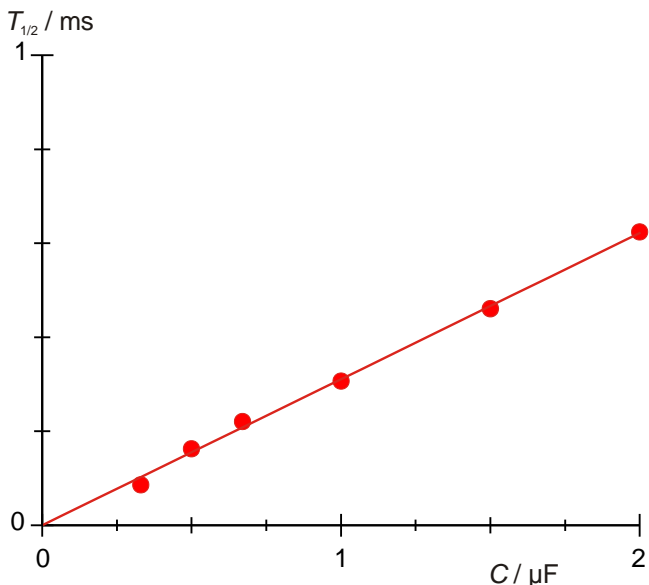

Fig. 6: Meia-vida $T_{1/2}$ em dependência da capacidade C .
- Aplicar as meias-vidas $T_{1/2}$ da Tab. 4 contra as capacidades C em um diagrama e adaptar uma reta de origem (Fig. 6).
- Para a comprovação da equação (3), determinar a resistência ôhmica R a partir da inclinação da reta m_R .